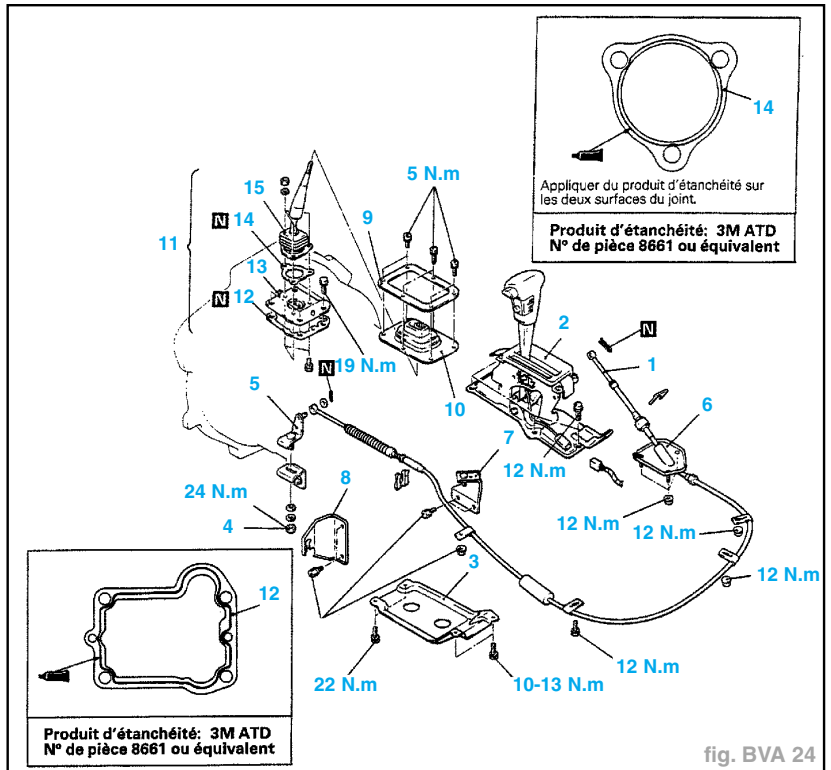

fig. BVA 24
- Procéder à la dépose dans l'ordre suivant (fig. BVA 24) :